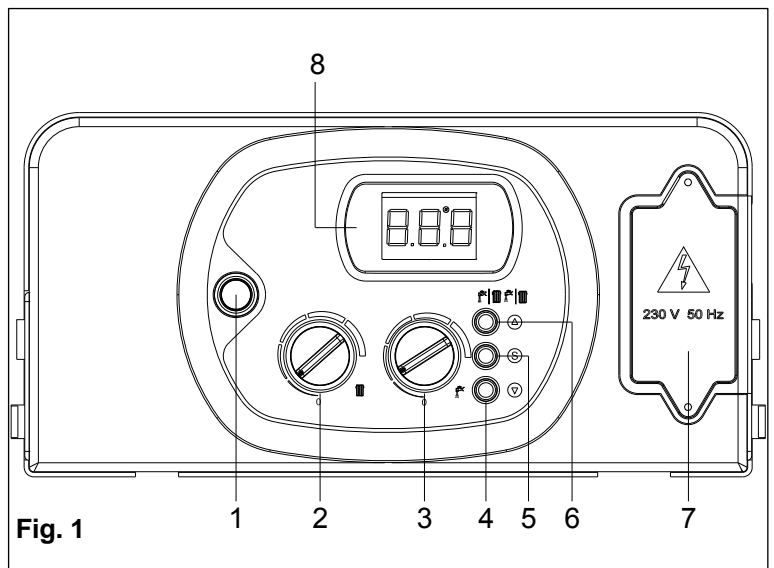
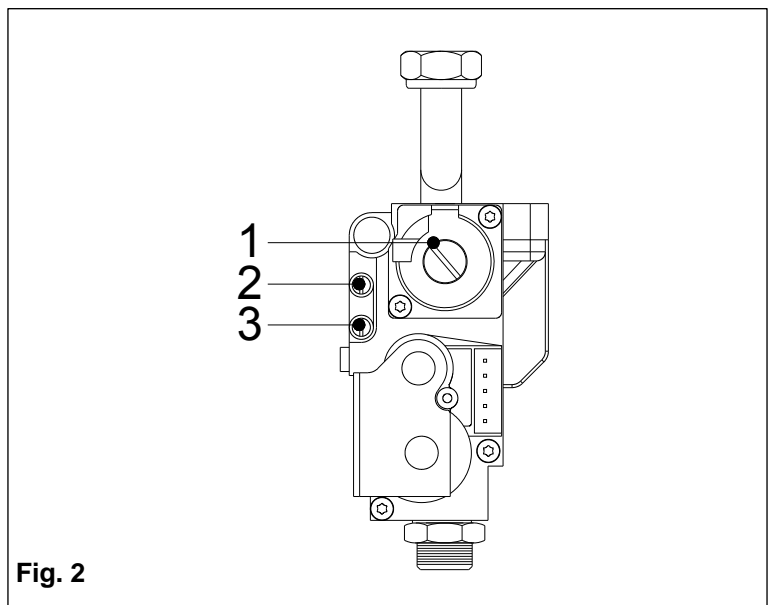

Fig. 1
Fig. 2
- mettere l'interruttore **1** in posizione OFF (fig. 1), inserire un manometro nella presa di pressione **2** (fig. 2) accendere la caldaia e controllare i valori di pressione massima e minima di regolazione secondo i valori di riferimento riportati sulla targa gas (per controllare la pressione massima, aprire un rubinetto acqua calda sanitaria e verificare se la pressione massima è uguale a quella di targa; per controllare la minima, chiudere il rubinetto e mettere la caldaia in posizione inverno, il manometro visualizzerà la pressione minima per i primi 10 secondi); se la pressione massima non corrisponde a quella di targa, rifare la regolazione (vedi manuale di taratura);